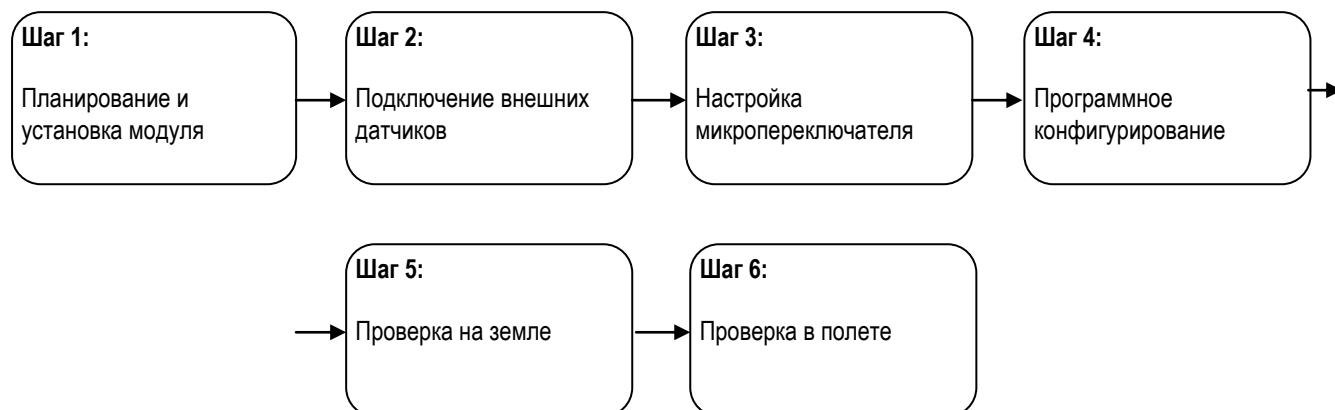

Рис. 1.5.1. Принципиальная электрическая схема подключения внешних датчиков
- 2) **Подключение датчиков** параметров двигателя и общесамолетных систем к модулю в соответствие с принципиальной электрической схемой подключения (см. Рис. 1.5.1)